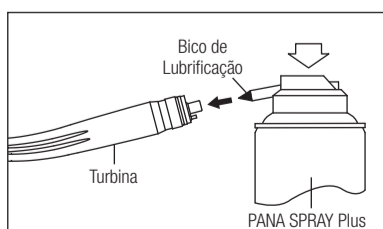

Fig. 12
- 2) Monte o bico de lubrificação no orifício respetivo da botija. (Fig.12)